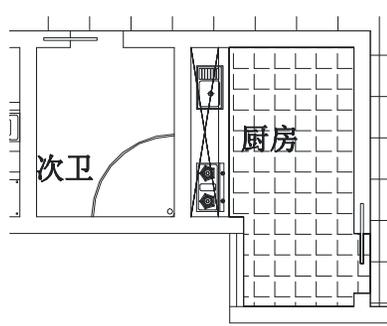

图 6-1-41
**STEP 02** 使用绘制圆的命令 CIRCLE 在洗澡间的适当位置绘制一个半径为 40 的圆作为排水管，如图 6-1-41 所示。